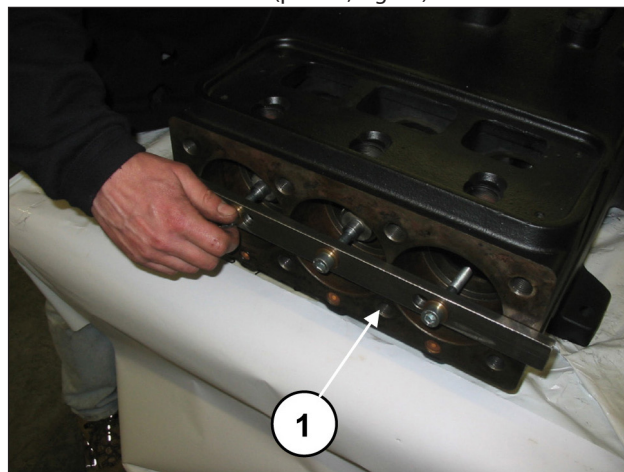
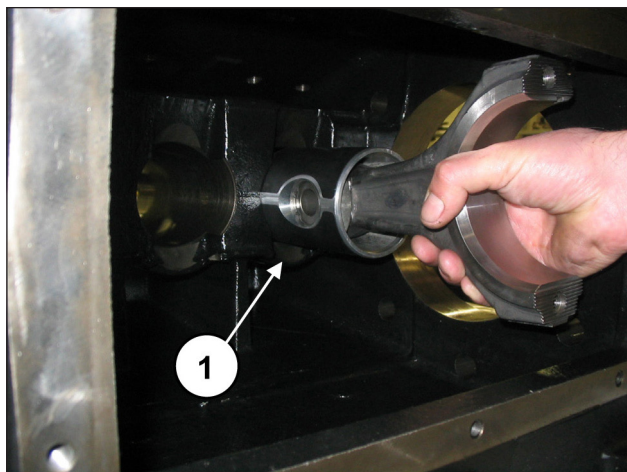

Fig. 32
Fig. 33
No caso de ser necessário substituir uma ou mais hastes ou guias do pistão, é necessário operar da seguinte forma: Comece a desapertar os parafusos do equipamento cód. 27566200 para desbloquear as bielas (pos. ①, Fig. 32) e, em seguida, extraia os conjuntos de biela-guia do pistão da abertura traseira do cárter (pos. ①, Fig. 33).
Depois de ter verificado a limpeza correta do cárter, insira o conjunto da semi-biela de guia do pistão no interior dos canos do cárter (pos. ①, Fig. 33).
Bloqueie os três grupos usando a ferramenta própria cód. 27566200 (pos. ①, Fig. 32).
Remova a ferramenta para o bloqueio das bielas, cód. 27566200 (pos. ①, Fig. 32).